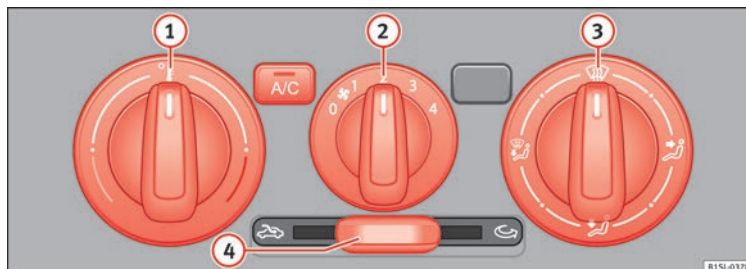

Fig. 38 En la parte superior de la consola central: mandos del aire acondicionado manual y del sistema de calefacción y aire fresco.
Desconectar	Se desconecta girando el regulador central (2) a la posición fig. 38.
Temperatura	Con el regulador giratorio izquierdo (1) fig. 38 se ajusta la temperatura.
Ventilador Con el regulador giratorio central (2) fig. 38 se ajusta la velocidad del ventilador.
Distribución del aire	Con el regulador giratorio derecho (3) fig. 38 se ajusta la distribución del aire. : Distribución del aire hacia la parte superior del cuerpo a través de los difusores de aire del tablero de instrumentos. : Distribución del aire hacia la zona reposapiés. : Distribución del aire hacia el parabrisas y la zona reposapiés. : Eliminar el hielo del parabrisas. Se elimina el hielo del parabrisas lo más rápidamente posible y se desempaña el mismo (función de desescarchado/desempañado).
Con el regulador desplazable  » » fig. 38 se conecta y desconecta la recirculación de aire » » pág. 139.